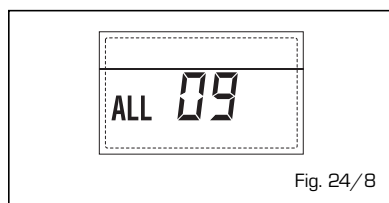

Fig. 24/8
- ANOMALIA SONDA BOLLITORE "ALL 10" (fig. 24/9)